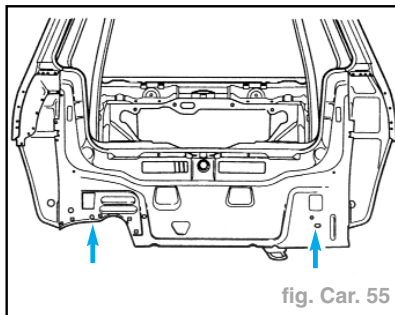

fig. Car. 55
- Mettre en place les rivets filetés (flèches) avec l'outil VAG 1765 B (fig. Car. 55).